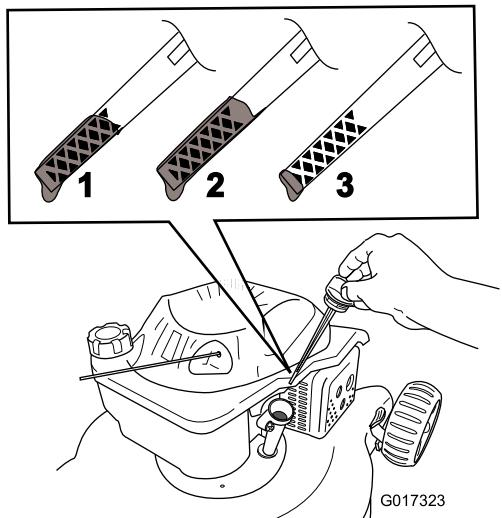

Figure 24
- Sortez de nouveau la jauge et vérifiez le niveau d'huile (Figure 24).